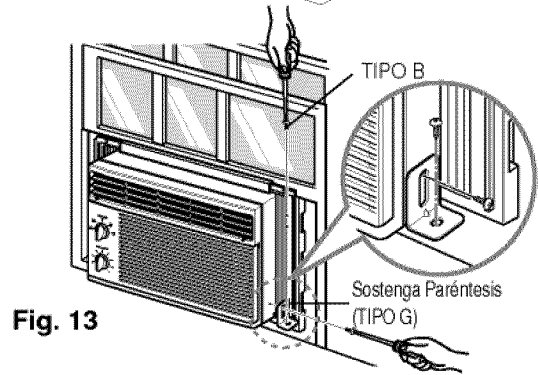

Fig. 13
- Abroche el paréntesis de suport (TIPO G) usando un tornillo quitado. Conecte el paréntesis de suport (TIPO G) en el alféizal interior de ventana con un tornillo (TIPO B), cuando Fig. 13.